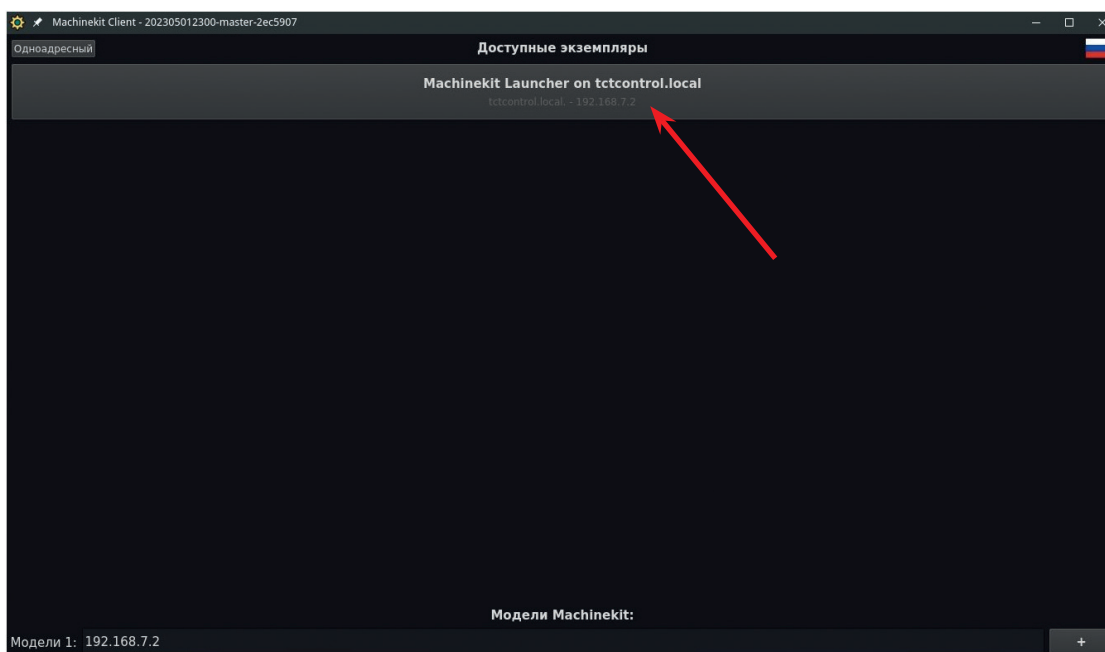

Рис. 22
- Далее нажмите **MachineKit Launcher on tctcontrol.local** (рис. 22).